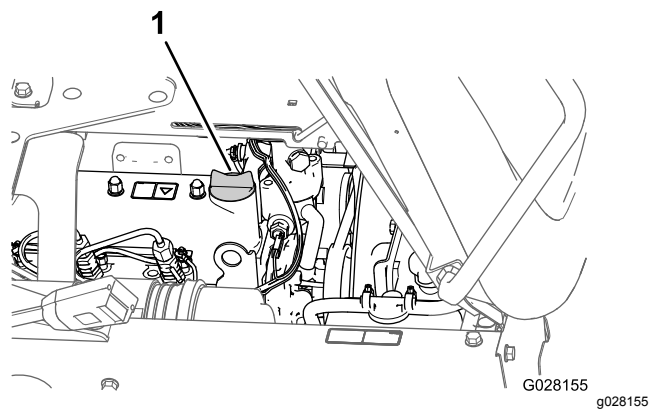

Figure 72
5. Enlevez le bouchon de remplissage d'huile du goulot de remplissage sur le couvre-culasse (Figure 72) et versez avec précaution environ 80 % de la quantité d'huile spécifiée dans le goulot de remplissage.
8. Remettez le bouchon de remplissage d'huile dans le goulot de remplissage (Figure 72).